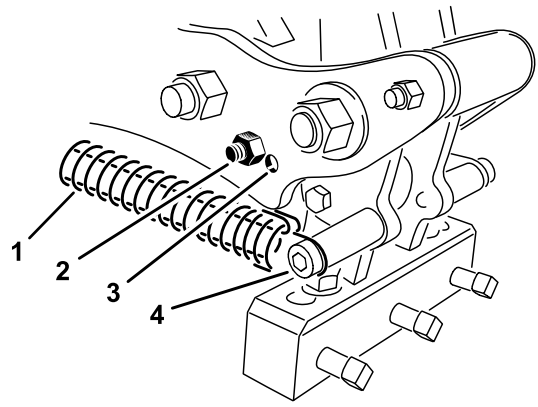

Figura 37
Impostate l'inclinazione delle fustelle in funzione della lunghezza delle fustelle stesse, sfruttando uno dei 2 fori di regolazione presenti sul braccio di collegamento. Questi fori consentono solo impostazioni predefinite. Quando utilizzate fustelle da 17,8 mm a 25,4 mm, posizionate il paraurti di testa più vicino alla parte posteriore della testa delle fustelle. Può essere necessario utilizzare l'altra posizione e il foro più lontano dalla testa (Figura 37) a causa di variazioni nelle condizioni del terreno.
3. Allentate la tensione della molla sulla testa delle fustelle (Figura 37).
4. Rimuovete il bullone del paraurti e il paraurti e installateli sull'altro foro di regolazione (Figura 37).